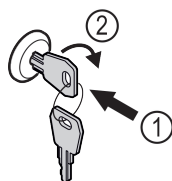

Fig. 152 Exempel
- Sätt in nyckeln Fig. 152 (1).
- Vrid nyckeln 90° medurs Fig. 152 (2).